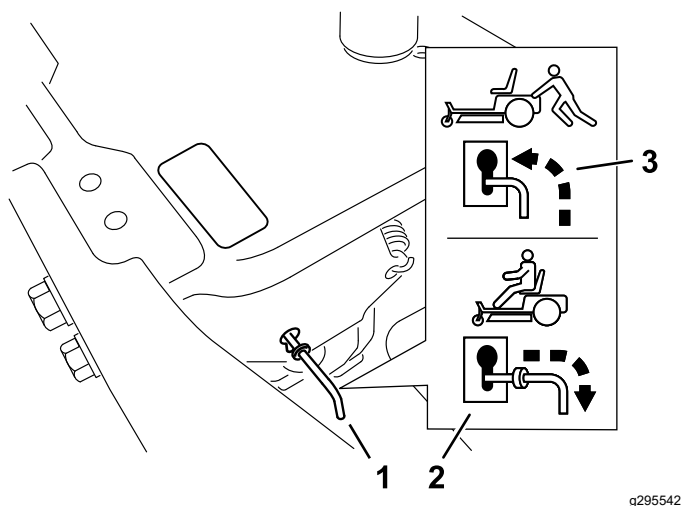

Figure 30
4. Déplacez les leviers de dérivation en avant dans la fente en trou de serrure, puis vers le bas pour les verrouiller en position (Figure 30).
Déplacez les leviers de dérivation en arrière dans la fente en trou de serrure et abaissez-les pour les verrouiller en position, comme montré à la Figure 30.